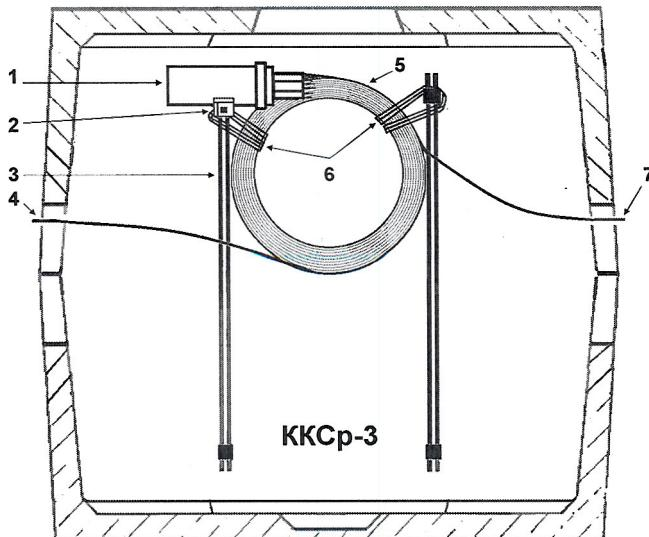

Рис. 9. Размещение тупиковой муфты типа МТОК и бухты технологического запаса срашиваемых кабелей в колодце ККСр-3:
4.3.4. Бухту запаса около тупиковой муфты следует формировать так, чтобы она помещалась в промежутке между вертикальными кронштейнами. В нём с допустимым радиусом изгиба помещается бухта запаса при наружном диаметре кабелей до 20 мм. Бухта в вертикальном положении устанавливается между кронштейнами и прикрепляется к консолям и кронштейнам перевязками из стальной проволоки (рис. 9).
4.3.5. В колодцах, в которых верхние оконечности кронштейнов свободны, муфту и бухту запаса следует крепить к кронштейнам как можно выше (рис. 9 и 10).